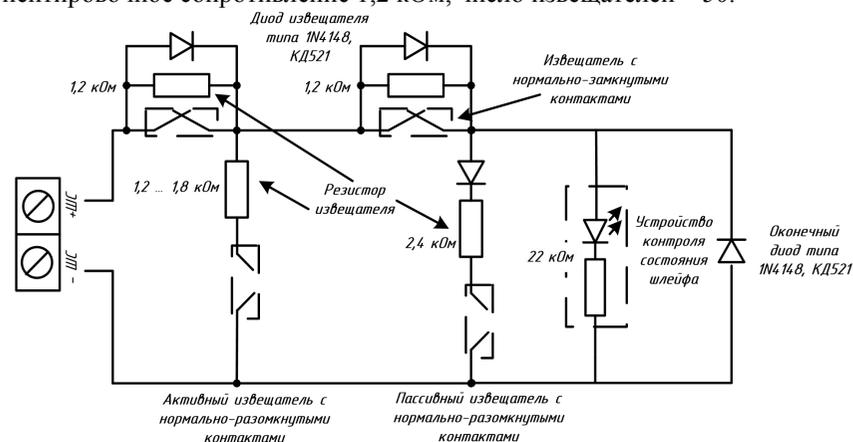

Рисунок 1- Схема включения извещателей в шлейф пожарной сигнализации
1. К неиспользуемым шлейфам пожарной сигнализации «ПШС1» и «ПШС2» должны быть подключены оконечные диоды 1N4148 (КД521, КД522) из комплекта поставки. Полярность подключения оконечного диода см. Рисунок 1.